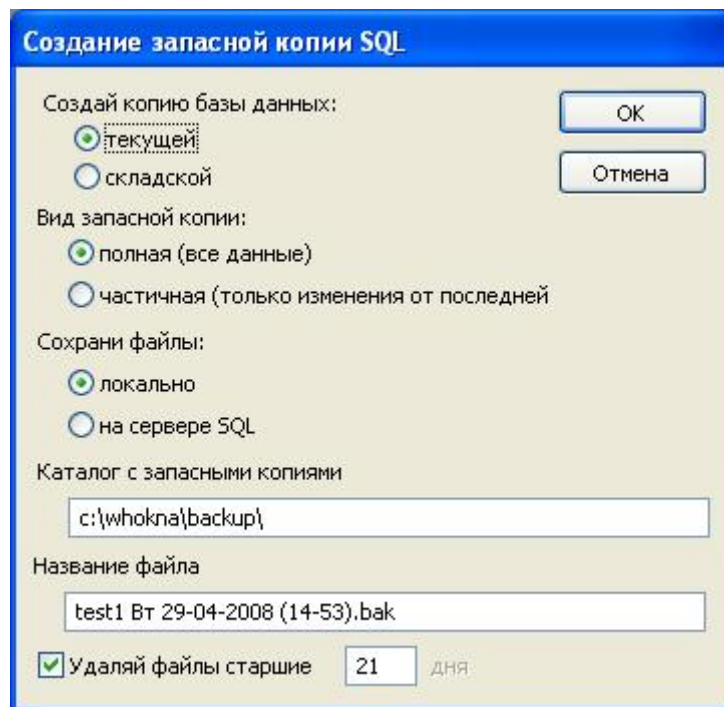

Рисунок 27. Создание резервной копии базы SQL
- **Запасная копия базы SQL** (рис. 27) – создает архив полной базы данных SQL. Создавая этот вид архива, можно выбрать базу для архивизации – текущей или складской, тип запасной копии – полная (архивизация всех данных – более длительный процесс архивизации, короткое время воспроизведения данных, а архивные файлы занимают больше места на диске) или дифференциальная (более короткий процесс архивизации, более длительное время воспроизведения данных). Место хранения архивного файла можно определить как местное (компьютер, на котором мы сделали копию) или на сервере SQL (компьютер с установленным сервером SQL). Рекомендуется время от времени создавать такую копию в целях безопасности.